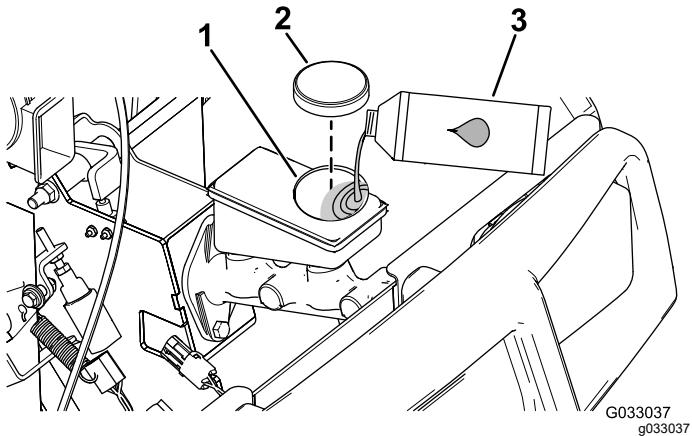

Figura 65
4. Sollevate il cofano per avere accesso al cilindro del freno principale e al serbatoio (Figura 65).
- A. Pulite l'area intorno al tappo del serbatoio e togliete il tappo (Figura 65).
- C. Montate il tappo sul serbatoio (Figura 65).